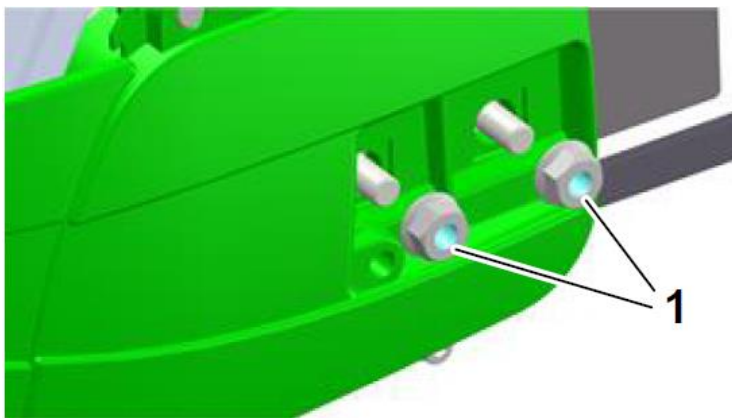
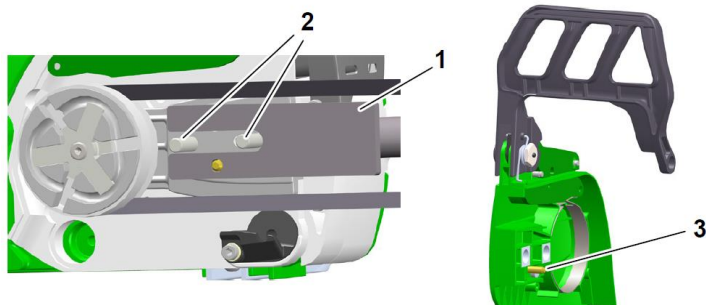

Fig. 3: Fjern kilereimdekslet
Fig. 4: Monter holder og fest på kilereimen
- > Sett på kilereimdekselet igjen, slik at pinnen i dekselet (3) griper inn i holderen (1) (se fig. 4).
- > Sett holderen (1 - fig. 3) med slissen mellom gjengestiftene (2 - fig. 3).
- > Boringen (3 - fig. 3) i holderen må settes i medbringeren til kjedestrammeren. Denne er avhengig av motorsagtype montert på motorsiden eller i dekselet (4 - fig. 3).
- > Fest kilereimen inn mellom koblingstømmelen (5 - fig. 3) og kilereimskiven (1 - fig. 4).